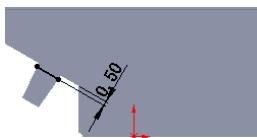
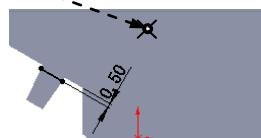

图 6.10 折弯线
图 6.11 固定侧的位置
② 定义折弯线草图。在草图环境中绘制图 6.10 所示的折弯线。
③ 选择下拉菜单**插入(I)** \rightarrow **退出草图**命令，退出草图环境，此时系统弹出“绘制的折弯”对话框。
(3) 定义折弯固定侧。在图 6.11 所示的位置处单击，确定折弯固定侧。
(4) 定义钣金参数属性。在**折弯参数(P)**区域中单击**折弯位置:**下“折弯在外”按钮 \square ，并在**文本框**中输入折弯角度 5.0。